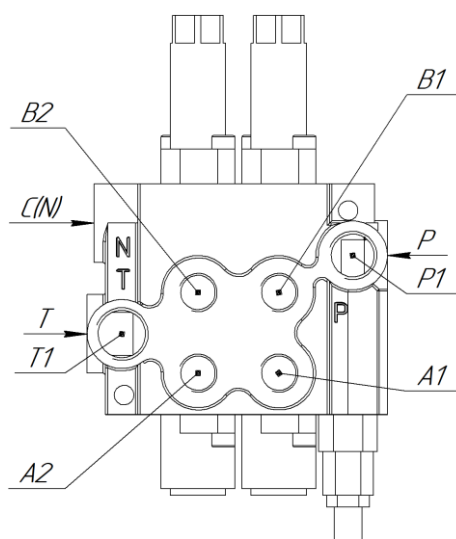

Рисунок 2.1
2.2.2.5 Установить заглушки BSP1/2" через медное (металлорезиновое) кольцо 1/2" в дублирующие порты P1, T1 на лицевой стороне гидрораспределителя (при наличии таких) (рис.2.1).
Внимание! Трос, передающий усилие от движения рукоятки вперед-назад, присоединить к золотнику с выходами А2 и В2 (рис. 2.1). Трос, передающий усилие от движения рукоятки вправо-влево, присоединить к золотнику с выходами А1 и В1.